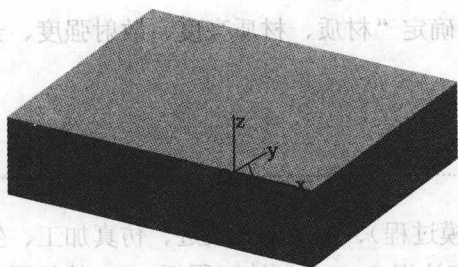

图 1-12
(2) 按 F8 键→单击“拉伸增料”图标 →在【深度】栏中输入“30”（如果此时【拉伸对象】栏中出现“草图未准备好”提示，可拾取刚绘制的矩形或特征树上的“草图 0”）→单击【确定】按钮，结果如图 1-12 所示。
(3) 单击图 1-12 所示长方体上表面→按 F2 键→按 F5 键→单击“矩形”图标 →在【中心_长_宽】→在【长度=】栏中输入“100”→在【宽度=】栏中输入“80”→输入矩形中心坐标“0,0”→回车，得到 100×80 的矩形→按 F2 键，特征树上新增“草图 1”→按 F8